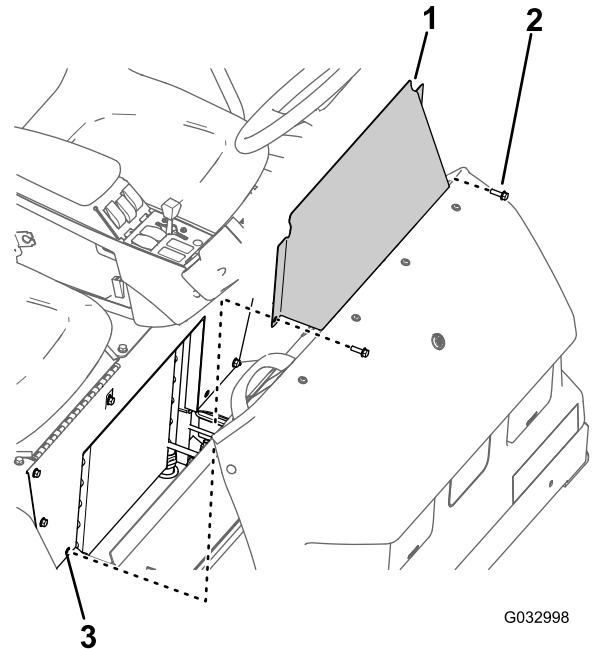

Bild 61
1. Entfernen Sie die zwei Bundkopfschrauben, mit denen die Abdeckplatte am Sitzunterteil befestigt ist (Bild 61).
2. Nehmen Sie die Abdeckplatte am Sitzunterteil von der Maschine ab (Bild 61).
1. Fluchten Sie die Löcher in der Abdeckplatte des Sitzunterteils mit den Löchern im Sitzunterteil aus (Bild 61).
2. Befestigen Sie die Abdeckplatte des Sitzunterteils mit den zwei Bundkopfschrauben (Bild 61) am Sitzunterteil, die Sie in Schritt 1 in Entfernen der Abdeckplatte am Sitzunterteil \(Seite 54\) entfernt haben.